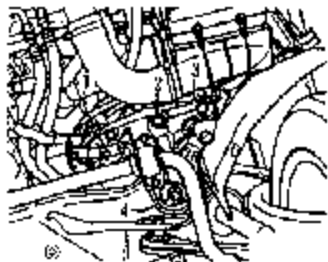

图 2-103 拆卸副车架
(1) 拆下油底壳。
(2) 用装配吊架 V. A. G1202A 顶起副车架。首先拆下副车架前端紧固螺栓 2 和 3（左、右侧），然后拧下螺栓 4，如图 2-103 所示。